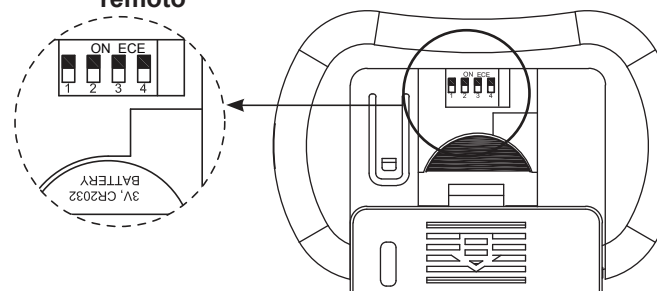

Figura 4
• **Transmisor:** retire la cubierta de la batería. Presione firmemente la flecha que se encuentra debajo y deslice para retirar la cubierta de la batería. Seleccione su opción deslizando los interruptores de código hacia arriba o hacia abajo. La configuración de fábrica es en la posición superior. No utilice esta posición. Con un destornillador pequeño o con una lapicera deslice firmemente hacia arriba o hacia abajo (Figura 4). Vuelva a colocar la cubierta de la batería en el transmisor.